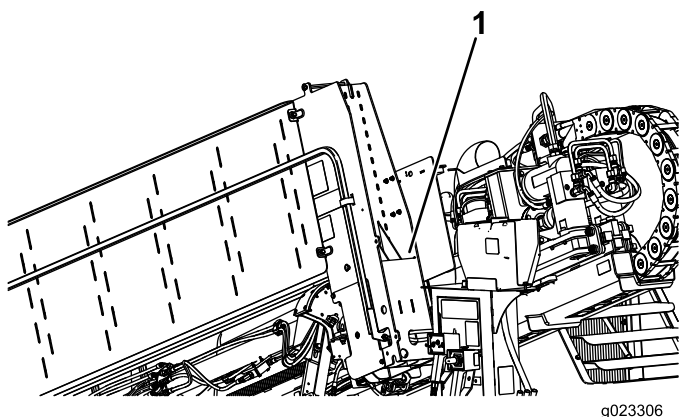

Figure 63
7. Rangez le dispositif de blocage de vérin près du réservoir d'antigel (Figure 63).